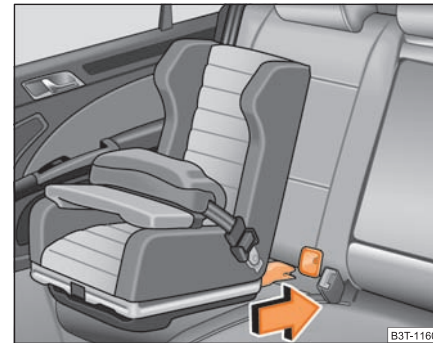

Abb. 188 Der ISOFIX-Kindersitz wird in die montierten Aufnahmehalter geschoben
- Schieben Sie die Rastarme des Kindersitzes über die montierten Aufnahmetrichter in die Halteösen, bis er hörbar einrastet ⇒ Seite 193, Abb. 188.